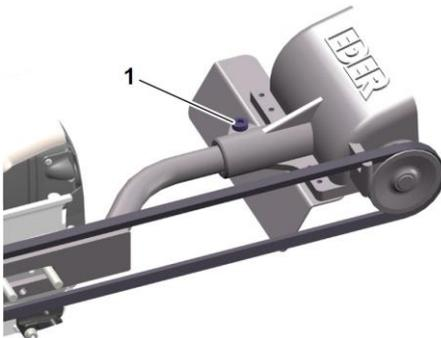

Abb. 5: Befestigung des Schälkopfes am Träger
- > Achten Sie darauf, dass der Riemen bereits etwas vorgespannt ist. Andernfalls lösen Sie die Innensechskantschraube (1) (siehe Abb. 5) und schieben Sie den Schälkopf soweit auf dem Träger nach vorne, bis der Riemen vorgespannt ist.